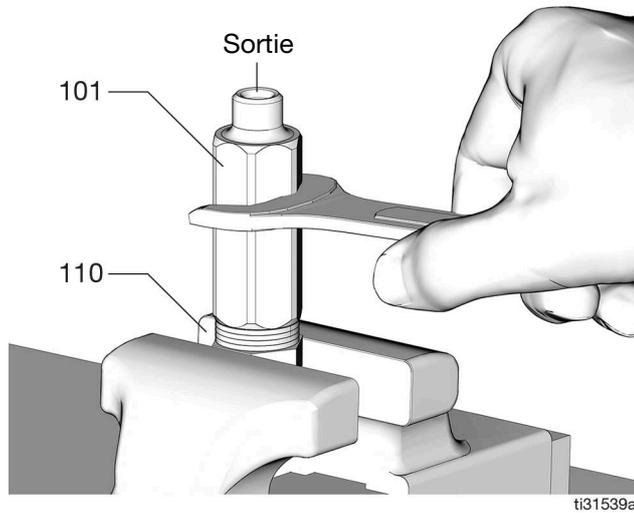

FIG. 46
4. Ajouter ou retirer les entretoises de sortie (110) (FIG. 46) de l'ensemble vanne injecteur.